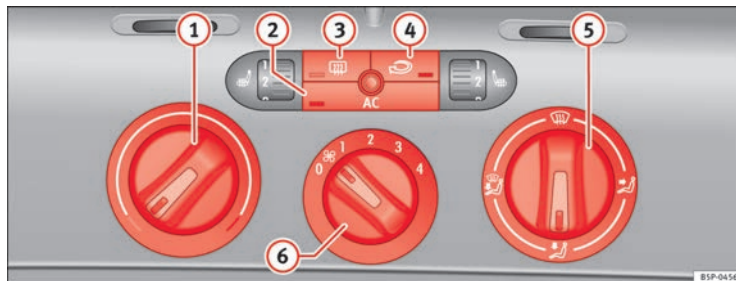

Abb. 130 In der Instrumententafel: Bedienelemente der Climatic
- Drehen Sie den Temperaturregler ⇒ Abb. 130 ① nach rechts, bis die gewünschte Heizleistung erreicht ist.